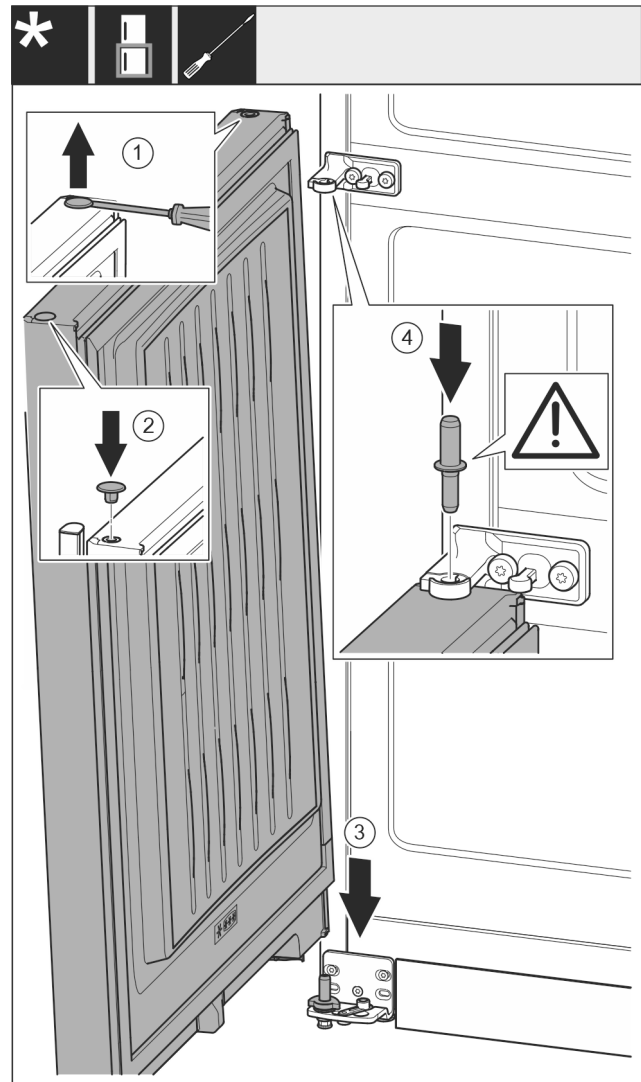

Fig. 22
- Soulever et retirer avec précaution les caches Fig. 22 (1) avec un tournevis plat.
- Replacer les caches Fig. 22 (2) de l'autre côté de la porte.
- Placer la porte Fig. 22 (3) depuis le haut sur l'axe de palier inférieur.
- Insérer l'axe de palier central Fig. 22 (4) dans le support de palier central de la porte inférieure. Veiller à ce que l'ergot soit orienté vers l'arrière.